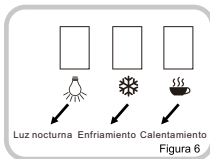

Figura 6
10. Encienda el interruptor verde en la parte superior trasera de la unidad para comenzar a enfriar el agua. (Figura 6)
11. Encienda el interruptor rojo en la parte superior trasera de la unidad para comenzar a calentar el agua. (Figura 6)